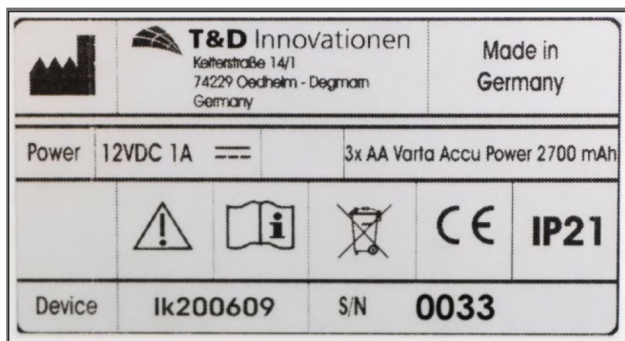

Рис. 3
**Маркировочная табличка анализатора ИК 200609, рис. 3